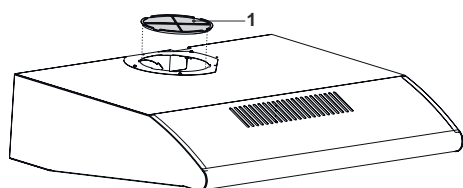

Fig. 20
6. ➔ Montera täckplåten över hålet på fläkten. Fig. 20.